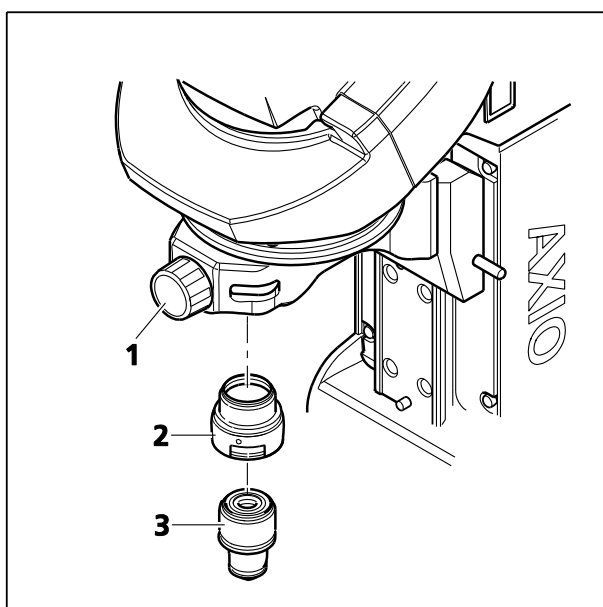

Figure 3-11 Vissage des objectifs
- Utiliser la manette (Figure 3-11/1) pour déplacer la monture d'objectif ou le porte-objectifs en position WORK.
- Sortir le ou les objectifs (Figure 3-11/3) de leur boîte et les visser dans la monture ou le porte-objectifs. Utiliser un adaptateur d'objectif (Figure 3-11/2) si nécessaire.